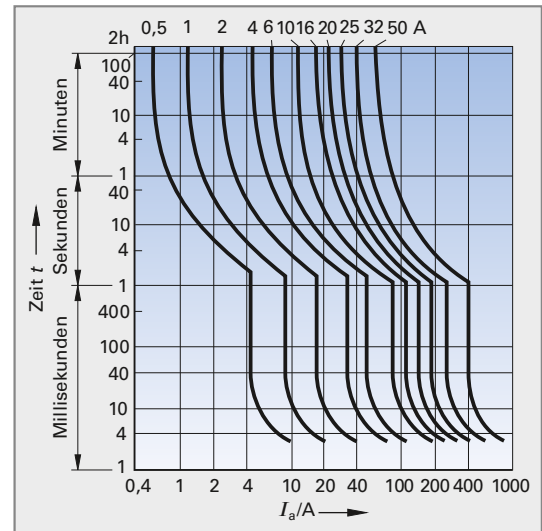

Bild 2: Auslösekennlinien von Leitungsschutzschaltern
34. Leitungsschutzschalter besitzen Auslösekennlinien, welche Datenblättern zu entnehmen sind (**Bild 2**). Welche Informationen entnehmen Sie der Kennlinie (Beispiel) des Leitungsschutzschalters 32 A für a) $I < 32$ A, b) $I = 40$ A, c) $I = 400$ A?
35. Schaltet der Leitungsschutzschalter 10 A in Bild 2 nur bei Stromstärken kleiner 180 A ab?